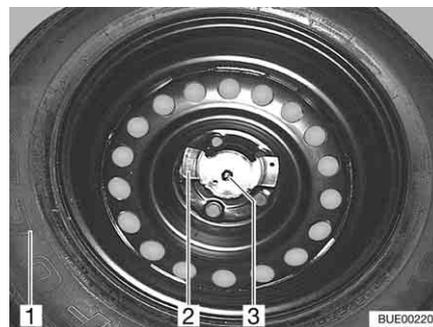

Fig. 223 Fijación de la rueda de repuesto
- Desenroscar las dos tuercas (Fig. 223,2 y 3).
- Sacar la rueda de repuesto (Fig. 223,1) del portador de la rueda de repuesto.